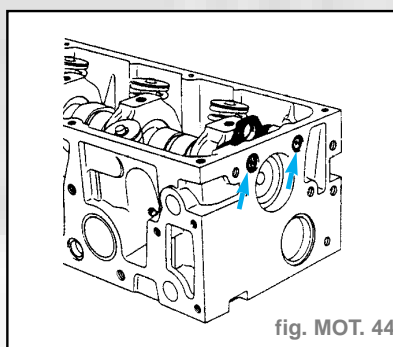

fig. MOT. 44
- Déposer la bride d'arbre à cames suivant les flèches (fig. MOT. 44).